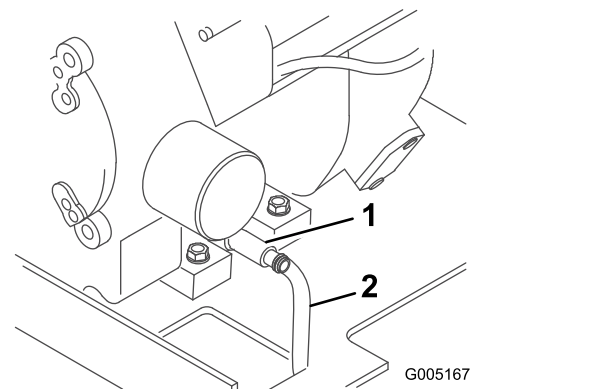

Figura 24
4. Collocate un'estremità di un flessibile sulla valvola di spurgo, e l'altra estremità in una bacinella (Figura 24).
5. Aprite la valvola di spurgo ruotandola in senso antiorario, estraendola durante la rotazione (Figura 24).